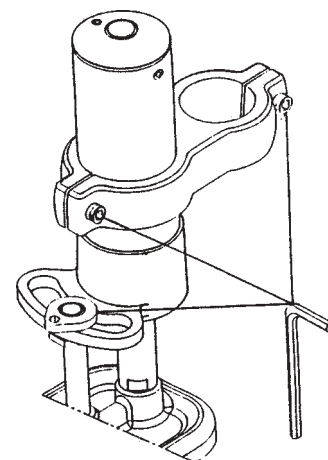

Figura 4
6. Utilizzando la chiave esagonale da 5 mm. fornita in dotazione, serrare con forza i 3 punti, come mostrato in figura 4.